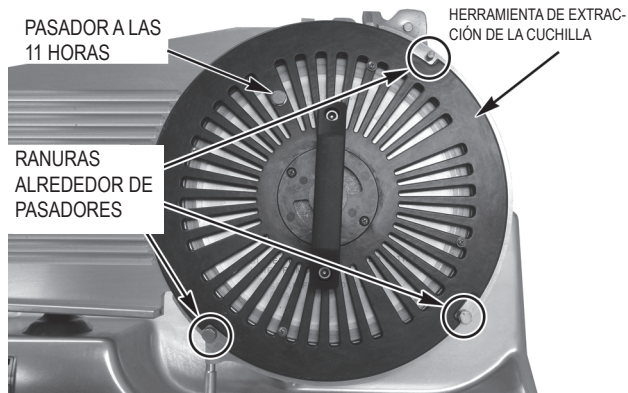

Fig. 18
- Coloque la cuchilla y la herramienta de forma que el pasador de la herramienta de extracción esté en posición de las 11 en punto (Fig. 18).
- Coloque las ranuras de la herramienta de extracción de la cuchilla alrededor de los tres pasadores del aro protector (Fig. 18).